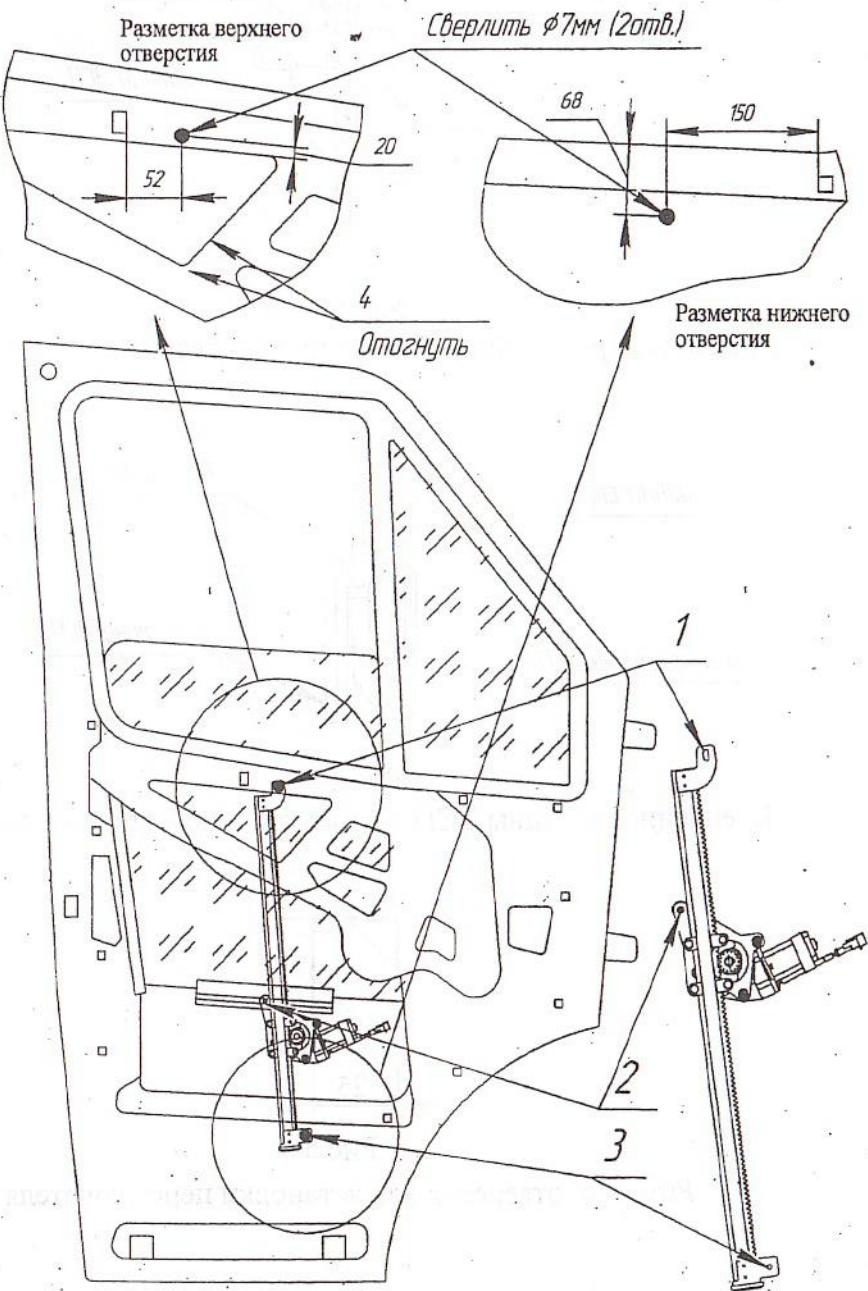

Рис.2
6.5.2 Разметить и просверлить два отверстия $\phi 7\text{мм}$ в соответствии с рис. 2.
6.5.4 В случае задевания направляющей ЭСП о полку панели двери следует отогнуть полку двери в месте указанном на рис. 2, см. п.4.
Крепление кронштейна ЭСП с панелью двери (точка 1 на рис.2)
Крепление пластины ЭСП с обоймой стекла (точка 2 на рис.2)